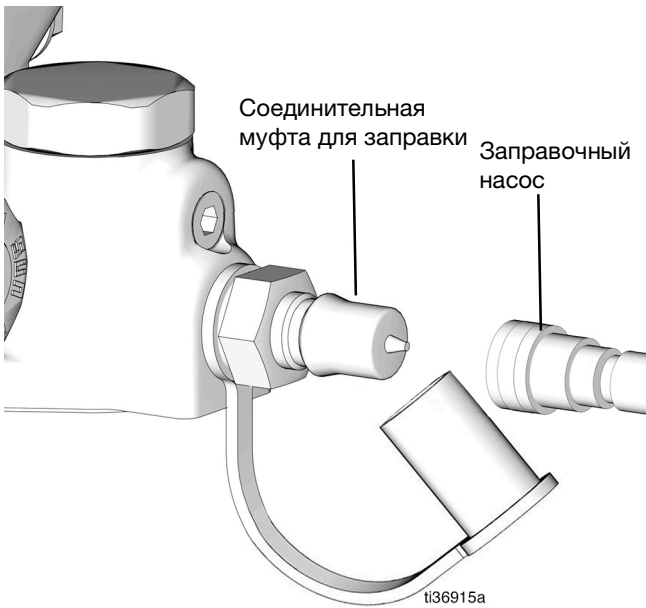

Рис. 75
35. Подключите заправочный насос к соединительной муфте для заправки (Рис. 75).